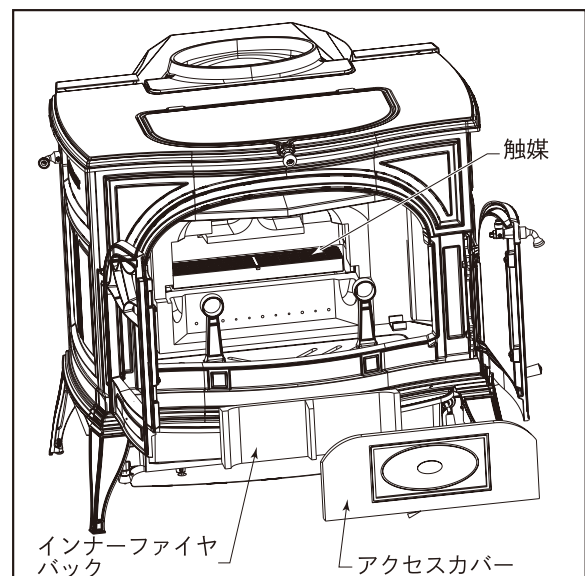

図 28 触媒コンバスターの点検
- ・ 燃烧室の背部に溜まった灰を掃除します。この作業は、煙突を年に1度掃除するときと同時に行ってください。鏡などを使用し、燃烧室の後ろの煙が通る箇所を点検し、そこに掃除機のホースをさしこんで、灰を吸い取ります。(図28)